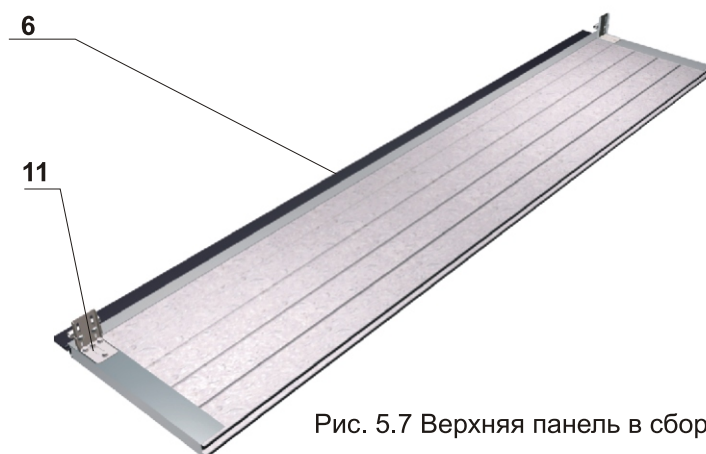

Рис. 5.7 Верхняя панель в сборе
Для сборки выбирается панель с максимальным номером, она является верхней панелью. К ней крепятся верхние регулируемые опоры ролика (11) - 2 шт. и верхнее уплотнение (6). Схема расположения деталей на средней панели приведена на рис. 5.7.